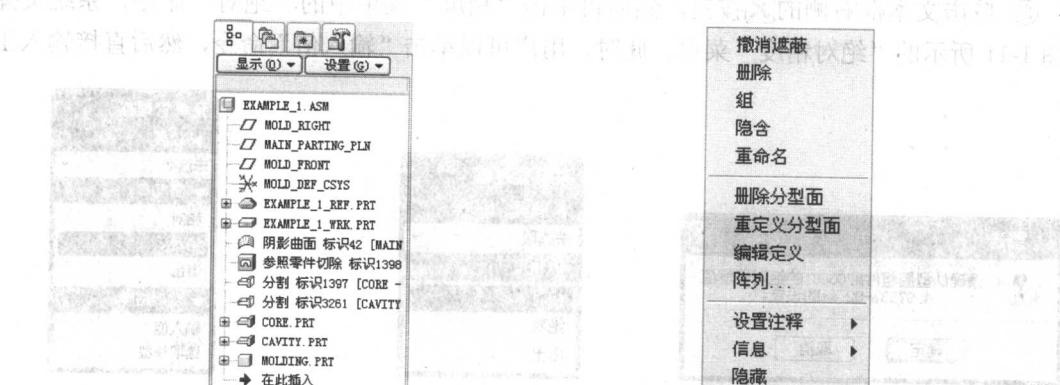

图 1-16 设置后的模型树
② 在该对话框中，选中“特征”、“放置文件夹”、“注释”等项目的复选框，然后单击对话框底部的 \square 确定 按钮，退出对话框。此时，在模型树中将显示“特征”、“放置文件夹”、“注释”等项目，如图 1-16 所示。